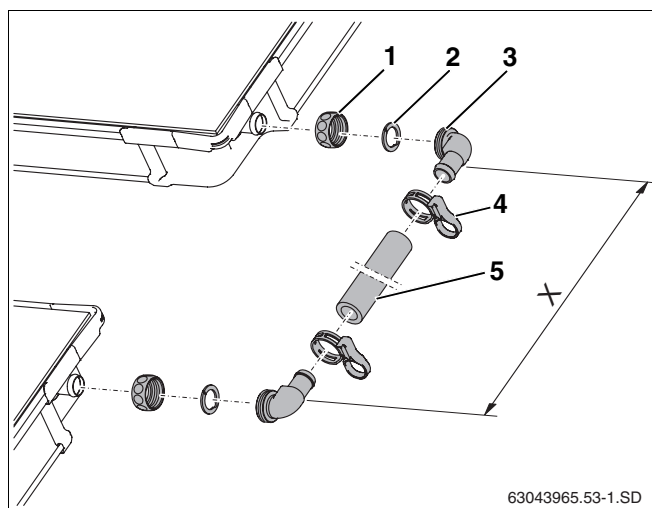

Fig. 60 Kit de raccordement entre deux rangées de capteurs
- Glissez l'écrou-raccord (fig. 60, **pos. 1**) sur les raccords des capteurs.
- Poser la rondelle de serrage (fig. 60, **pos. 2**) derrière le renflement du raccordement de capteur et presser l'un contre l'autre.
- Appuyer l'embout coudé avec joint torique (fig. 60, **pos. 3**) contre le raccordement, positionner et visser avec l'écrou-raccord.
- Mesurer l'écartement entre les embouts coudés (dimension X) sur les capteurs montés et découper le tube solaire (fig. 60, **pos. 5**) en conséquence.
- Insérer le tube solaire sur les embouts coudés et fixer avec les brides du compensateur (fig. 60, **pos. 4**).